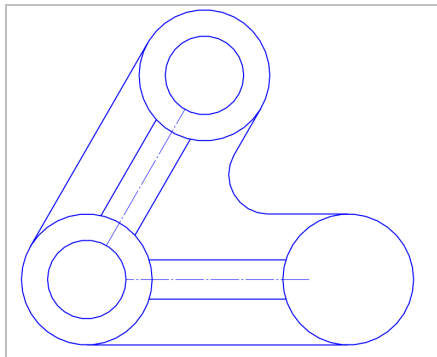

图 3-42 复制草图对象
(4) 单击鼠标左键，即可复制草图对象，效果如图 3-42 所示。